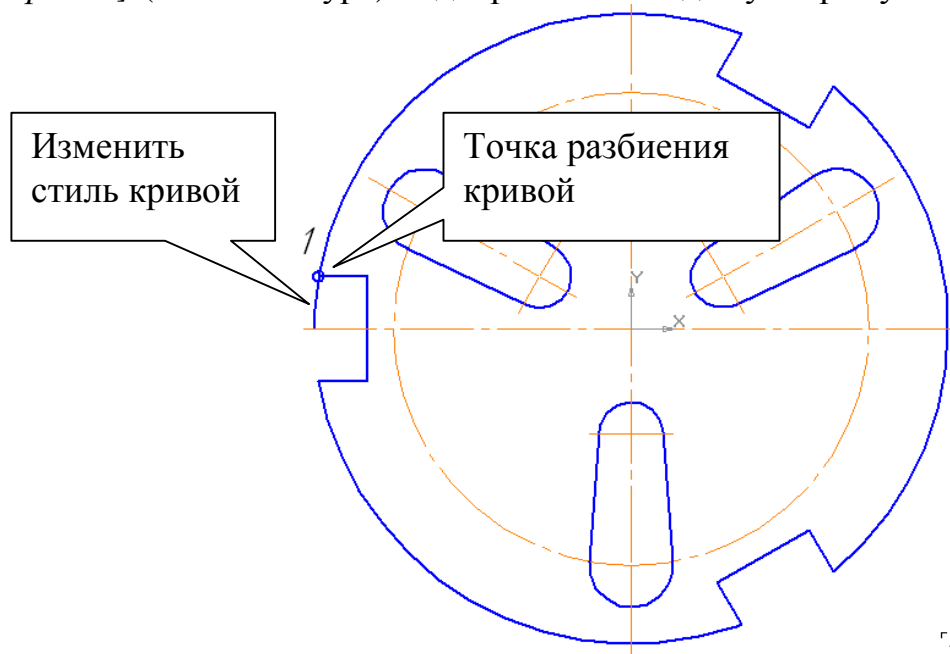

Рис. 70
Сделайте активной команду **Усечь кривую**  на панели **Редактирование**  и удалите лишние линии, оставив часть окружности, необходимую для простановки размера, рис. 70.
**Пересечение**), рис. 70. Выделите курсором участок кривой, стиль которой необходимо изменить, нажмите правую кнопку мыши, из контекстного меню выберите **Изменить стиль** и укажите тонкую линию.